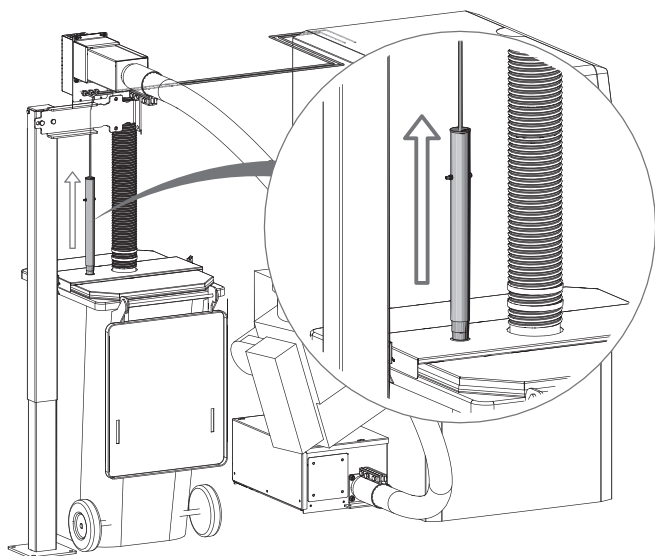

Fig. 57 Überwachung Füllstand Aschetonne (Zubehör) herausziehen
- Überwachung Füllstand Aschetonne (Zubehör), wenn vorhanden, aus der Abdeckung Aschetonne herausziehen – Fig. 57.